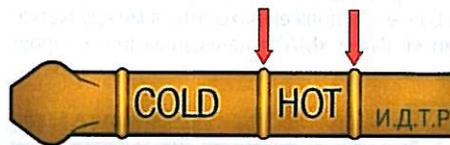

Рис. 4.2. Метки на указателе уровня рабочей жидкости (щупе) автоматической коробки передач
6. Выньте указатель и по следам рабочей жидкости на нем определите уровень жидкости. Он должен находиться между двумя метками, расположенными с обеих сторон надписи «HOT» (рис. 4.2).